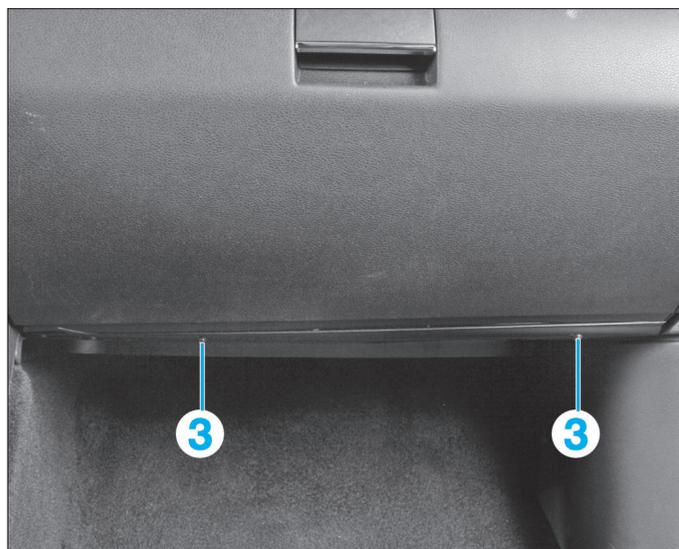

FIG. 21
- Du côté passager (**Fig.21**) :
- déposer les vis (3) puis abaisser la garniture.